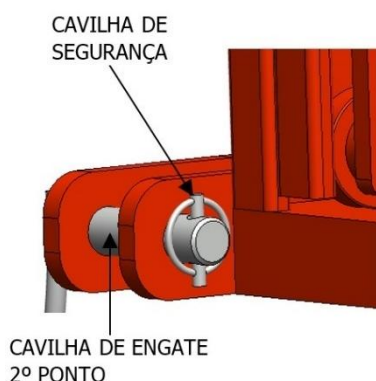

Figura 6.2 – Engate das cavilhas de 2º ponto
5. Engate as cavilhas de segurança nas cavilhas de 2º ponto (*Figura 6.2*);